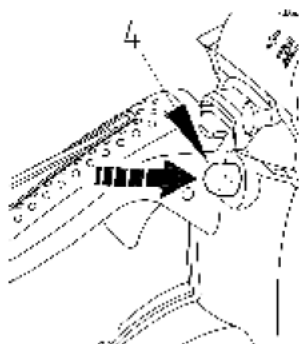

Рис. 6.3
6. Вытяните рукоятку дросселя (рис. 6.3 поз. 5). Воздушная заслонка закроется, и рычаг дросселя будет установлен в положение запуска.
9. Дайте двигателю прогреться при слегка вытянутой рукоятке дросселя (рис. 6.3 поз. 4).